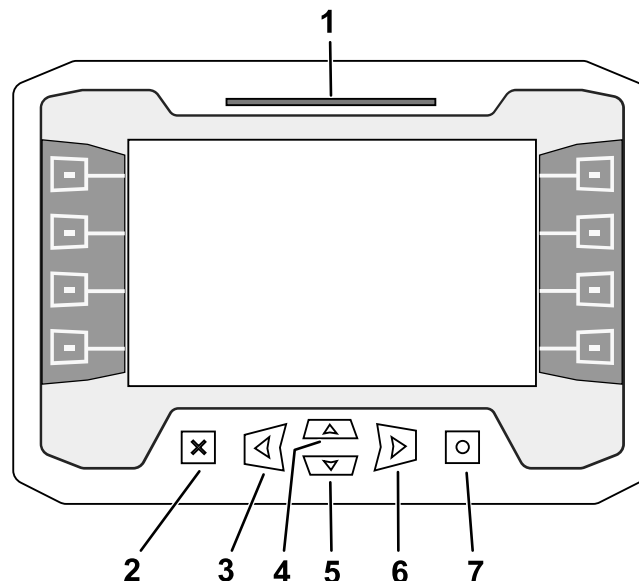

Figure 2
Appuyez sur le bouton OK (O) à l'écran (Figure 2) pour régler la vitesse de rotation.